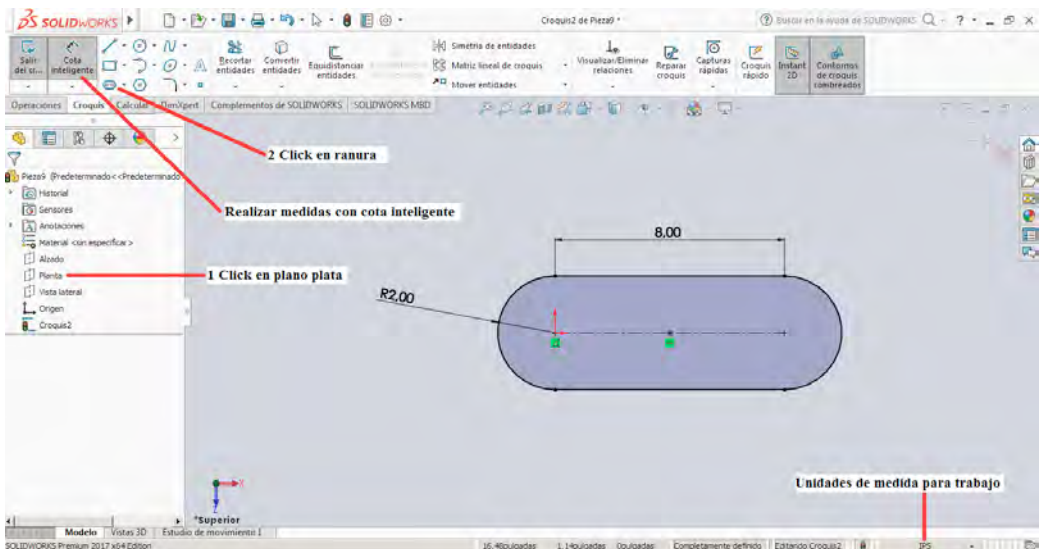

Figura 3-34
2. En la pestaña de croquis se selecciona la herramienta Ranura y se realiza el dibujo sobre el plano planta configurando las unidades en IPS (Pulgadas, Libras y Segundos), en la figura 3-34 se muestra el resultado con los respectivos valores de las medidas.